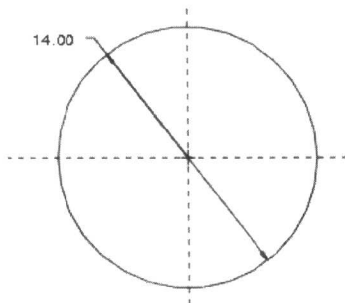
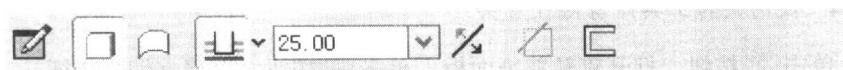

图 1-18
图 1-19
- (1) 单击工作区右侧工具栏中的  按钮，打开拉伸特征面板。
- (2) 单击  按钮，绘制拉伸截面，弹出 Section 对话框。
- (3) 选择 FRONT 基准面为草绘平面，RIGHT 面为参考面。
- (4) 单击 Section 对话框中的 Sketch 按钮，进入草绘工作环境。
- (5) 绘制如图 1-18 所示的圆，作为拉伸截面。
- (6) 单击草绘命令工具栏中的  按钮，完成拉伸截面的绘制。
- (7) 单击鼠标中键，返回拉伸特征面板。
- (8) 输入拉伸长度“25”，其他选项接受系统默认的设置，如图 1-19 所示。